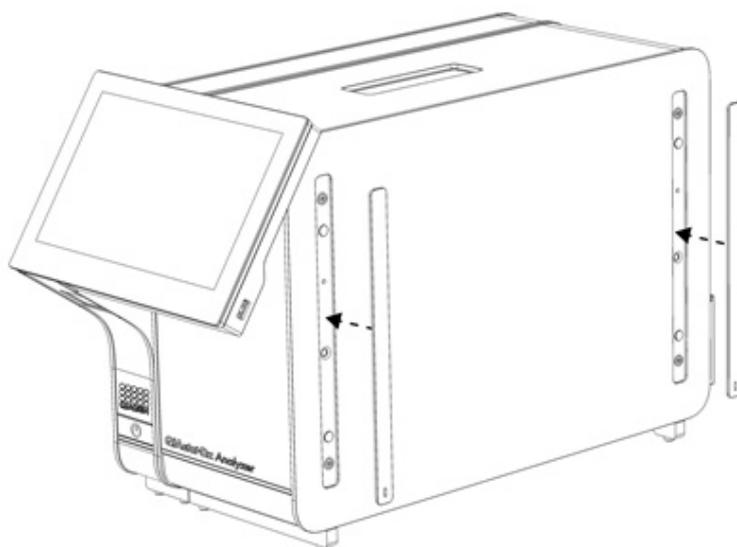

Figura 7. Recolocando as coberturas de proteção.
4. Volte a fixar as coberturas de proteção na parte lateral do Módulo analítico (Figura 7).